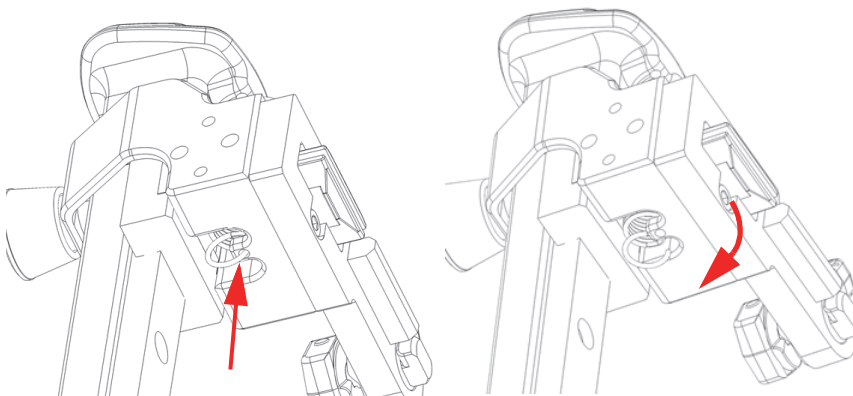

Figura 2-26 Remoção da mola do orifício de fixação
1. Usando um alicate de ponta longa, remova a parte inferior da mola do orifício do suporte do SLA (Figura 2-26 na página 56).